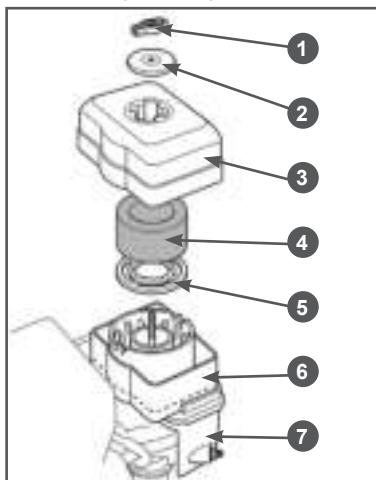
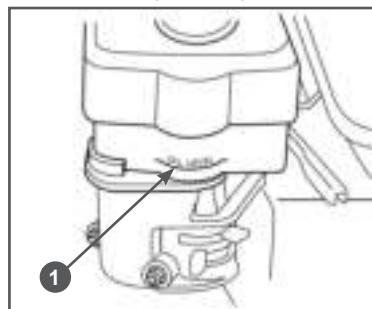

Рис. 31 Обслуживание воздушного фильтра
Рис. 32 Уровень масла в масляной ванне воздушного фильтра
1. Открутите гайку 1, снимите шайбу 2 и крышку 3 воздушного фильтра (Рис. 31).
2. Извлеките из крышки 3 воздушного фильтра поролоновый фильтрующий элемент 4 (Рис. 31).
5. Снимите с опоры 7 воздушного фильтра масляную ванну 6 и слейте из нее отработанное масло (Рис. 31).
6. Произведите очистку масляной ванны 6 и крышки 3 воздушного фильтра (Рис. 31).
7. Установите масляную ванну 6 в опору 7 воздушного фильтра (Рис. 31) и залейте в нее моторное масло до отметки 1 «OIL LEVEL» на корпусе масляной ванны (Рис. 32).
2. Смочите поролоновый фильтрующий элемент 4 (Рис. 31) специальным или чистым моторным маслом, после чего излишки масла отожмите.